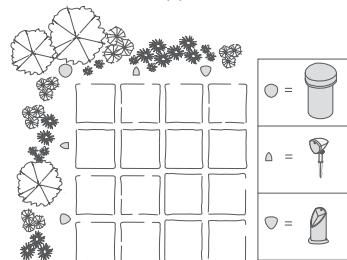

图 2
- 结合 Definitive Technology BL 系列柱式扬声器和/或 LS-80 或 LS-100 低音炮使用（见图 2）